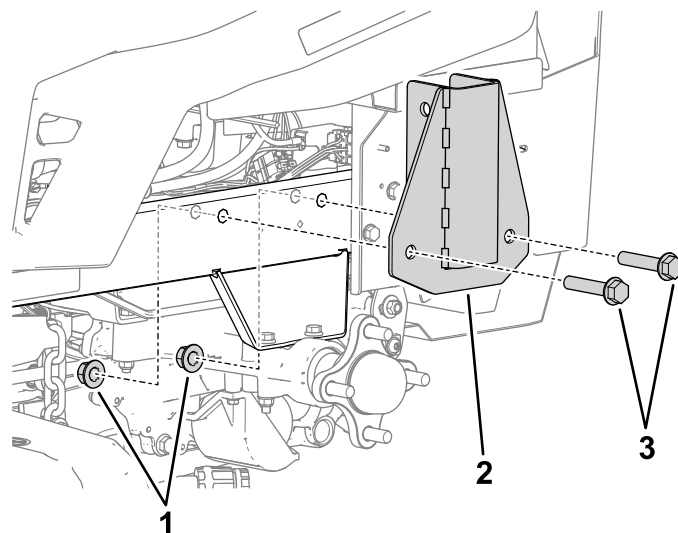

Figura 5
1. Instale el soporte del ROPS en el bastidor de la máquina encima del eje, como se muestra en la Figura 5. Repita el procedimiento en el otro lado.